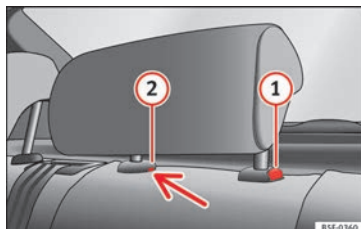

Fig. 142 Appui-tête central arrière : point de déverrouillage.
- Appuyez sur la touche **①** » **fig. 142**, en appuyant en même temps sur l'orifice de sécurité **②** » **fig. 142** avec un tournevis plat de 5 mm de largeur maximum et retirez l'appui-tête.